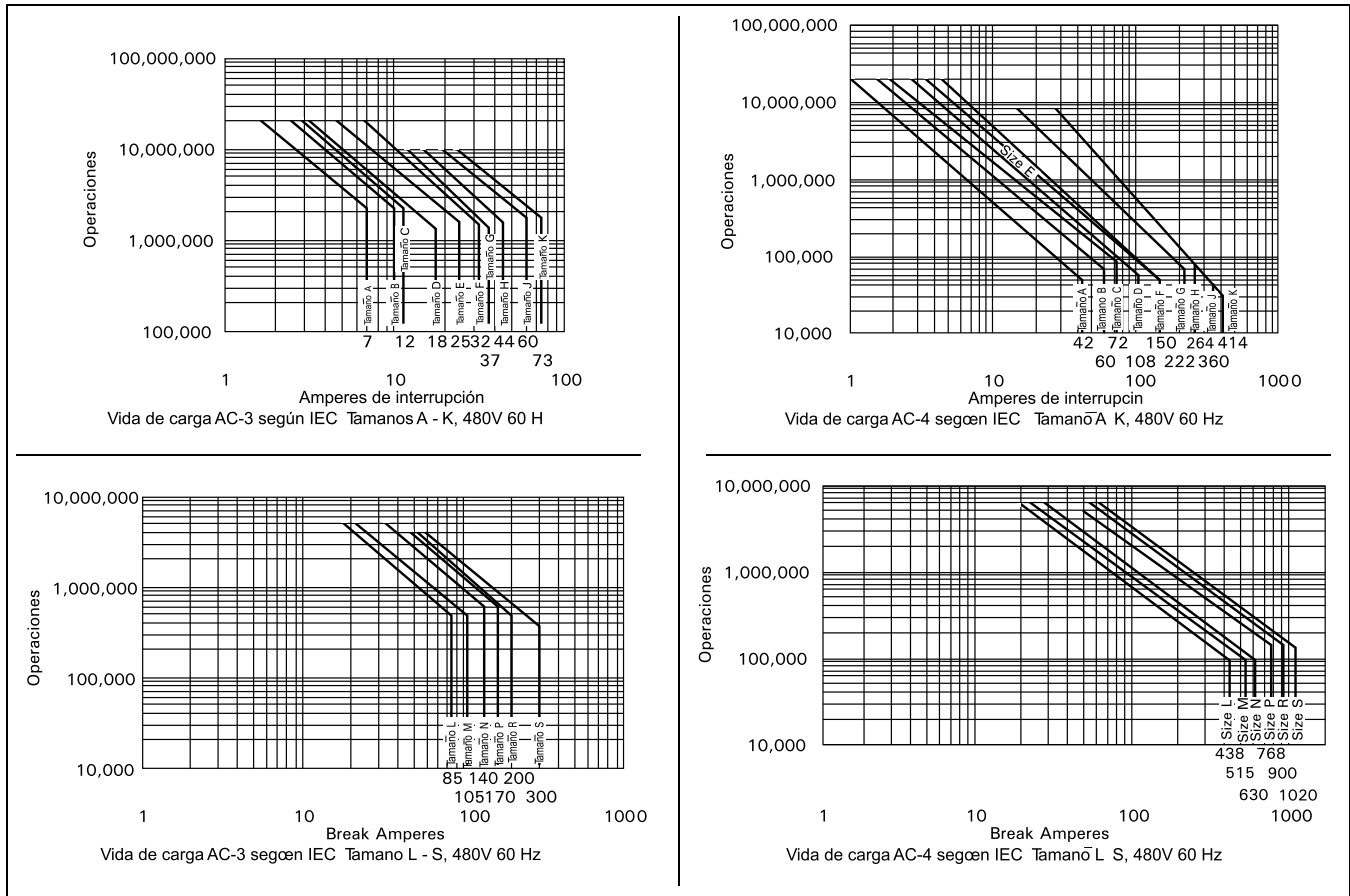

Figura 20-27. Vida eléctrica — Categorías de utilización CA-3 y CA-4
- Determine la categoría de utilización a la cual pertenece la aplicación y seleccione la curva apropiada a partir de la **Figura 20-27** (abajo).